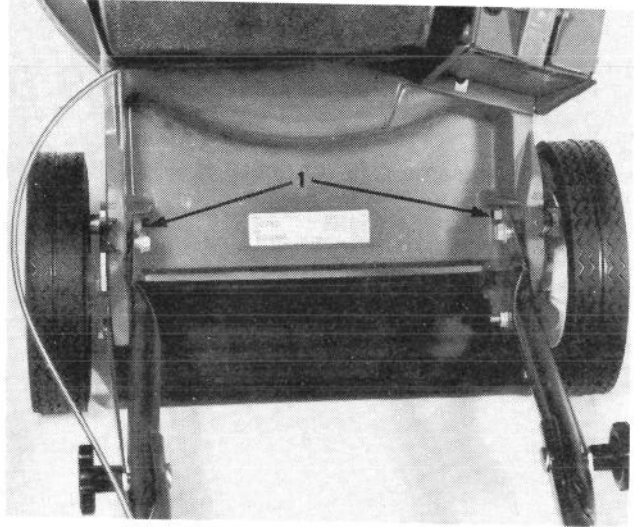

Figure 4
3. Assurez-vous que la porte du sac soit en avant des mentonnets à l'arrière de l'éjecteur de la tondeuse (Fig. 4). Tenez le devant du sac et la porte du sac ensemble pour vous assurer que la porte du sac reste fermée et glissez le cadre de l'ouverture de la porte par-dessus les mentonnets sur l'extérieur de l'éjecteur arrière de la tondeuse (Fig. 5).